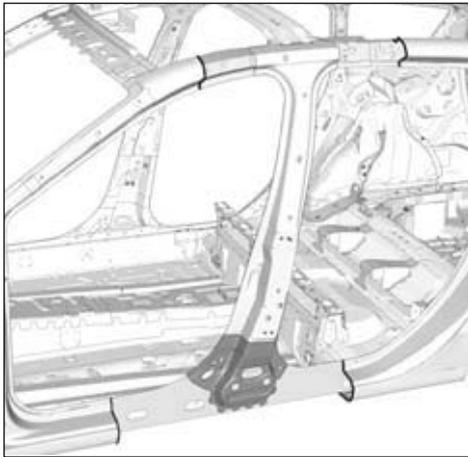

FIG.76
- Respecter les lignes de coupe (Fig.76).